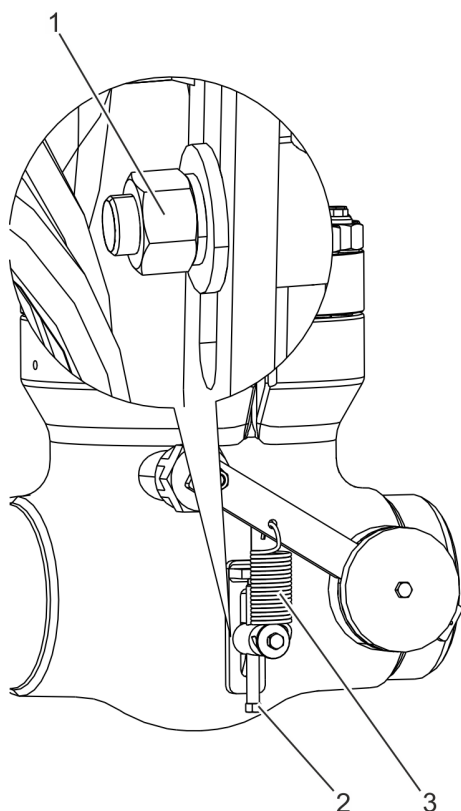

Fig. 37: Démonter le ressort
1. ➔ Desserrer avec précaution l'écrou de fixation (Voir la Fig. 37/1) du boulon d'arrêt.
Ne pas retirer l'écrou de fixation (Voir la Fig. 37/1) du boulon d'arrêt.
2. ➔ Desserrer la vis de réglage (Voir la Fig. 37/2) jusqu'à ce que le ressort (Voir la Fig. 37/3) soit complètement détendu.